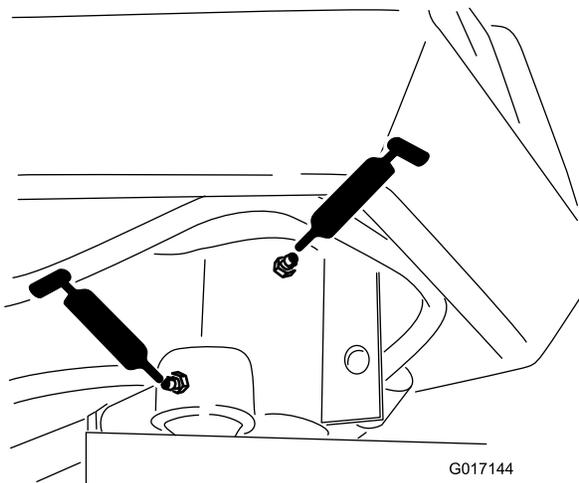

図 28
- ステアリングフォークのシャフト1か所 図 28
- ステアリングシリンダロッドの端部 図 28